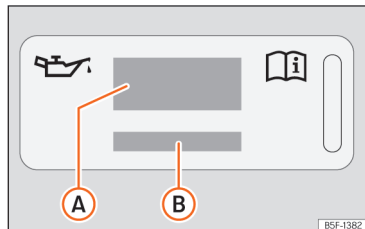
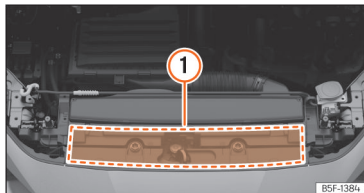

Рис. 213 Моторний відсік: етикетка моторної оливи
Рис. 214 Моторний відсік: етикетка моторної оливи
Пояснення >>> **рис. 213:**
Якщо вам потрібно залити моторну оливу, використовуйте одну з олив, зазначених на етикетці >>> **рис. 213**. Етикетка зі встановленим стандартом розташована спереду моторного відсіку >>> **рис. 214** **1**. Якщо ви використовуєте рекомендовану моторну оливу, ви можете доливати її до потрібного рівня стільки разів, скільки потрібно.
- Якщо табличка з характеристиками моторної оливи >>> **рис. 213** відсутня, зверніться до спеціалізованого сервісного центру.